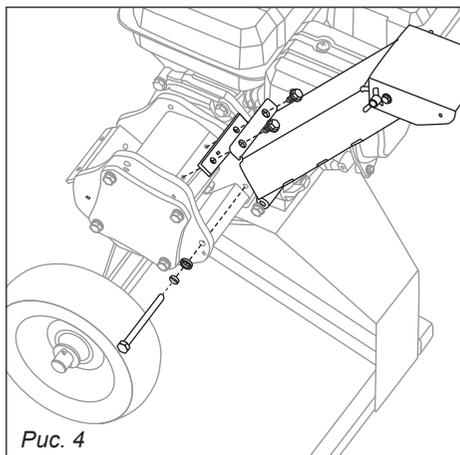

Рис. 4
6.2. Установка желобов (рис. 4, 5)
Произведите крепление желоба к корпусу ротора с помощью двух болтов М6х16, предварительно установив демпфирующую прокладку между корпусом ротора и крепежной площадкой желоба (рис. 4).